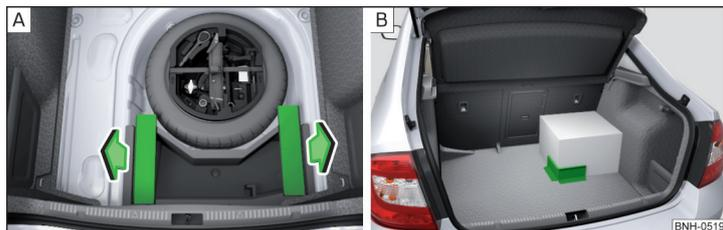

Fig. 81 Retirar el elemento de carga / Ejemplo de fijación de la carga por medio del elemento de carga
- > Retirar los elementos de carga en el sentido de la flecha » fig. 81 - A.
- > Fije los elementos de carga con cierre de velcro en la moqueta del maletero » fig. 81 - B.